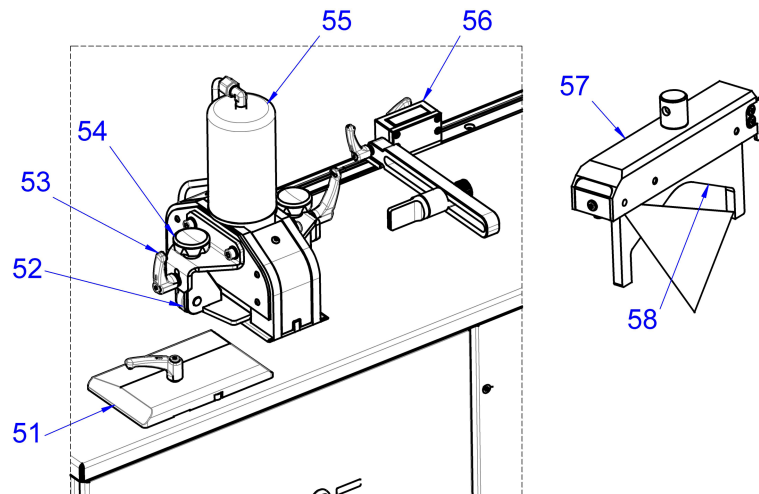

Abb. 9: Stromschienen schneiden
- Die Klemmhebel auf der seitlichen Führungsplatte (Abb. 9, 51) lösen und die Führungsplatte auf die Breite der Stromschiene einstellen.
- Die Spannschrauben (Abb. 9, 54) und Feststellhebel (Abb. 9, 53) der beiden Niederhalter lösen und die Niederhalter auf die Materialstärke des Werkstücks einstellen.